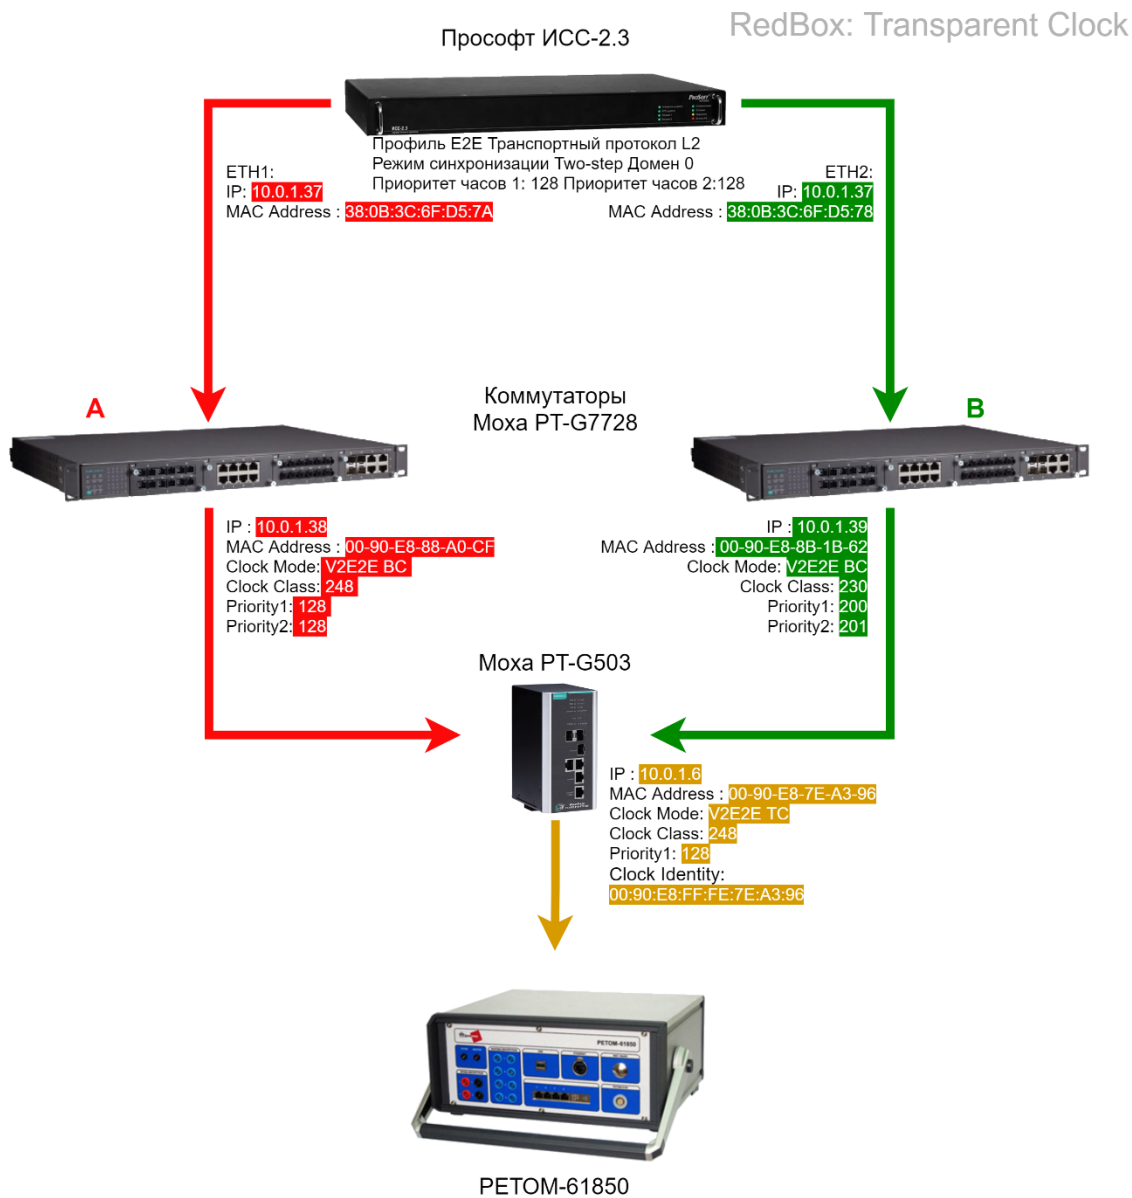

Рисунок 57 Экранная форма 1 – «Анализ сети при переводе RedBox в режим Boundary Clock»
- Рисунок 57 Экранная форма 1 – «Анализ сети при переводе RedBox в режим Boundary Clock»;